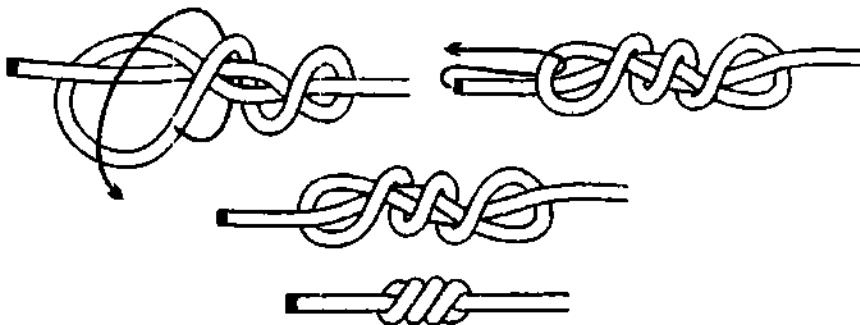

Рис. 83. 3-й способ вязки кровавого узла.
**3-й способ вязки кровавого узла.** Этот способ вязки предпочтительней в том случае, если необходимо связать узел с большим количеством шлагов. Шлаги формируются петлёй, которая оборачивается вокруг узла. После того, как с помощью петли сформировано достаточное количество шлагов, ходовой конец пропускается в эту петлю и узел затягивается (рис. 83). Привязывая крючок к леске, этим способом часто пользуются рыбаки.